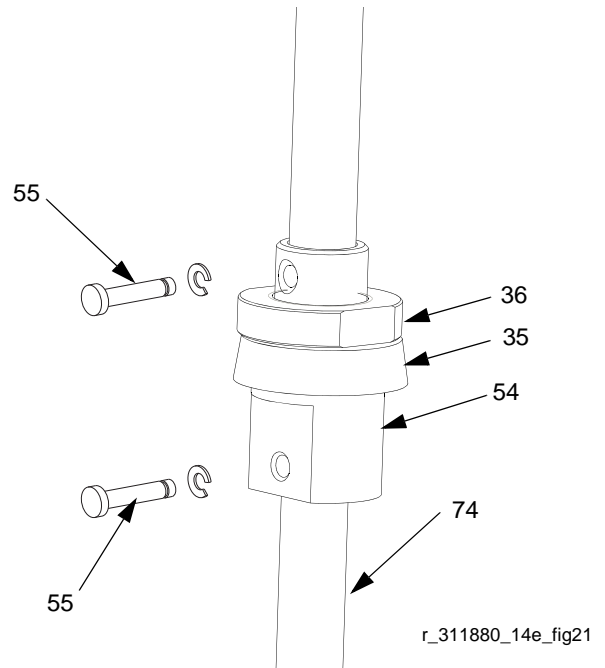

FIG. 21
9. Retirer les goupilles (55). Voir FIG. 21.